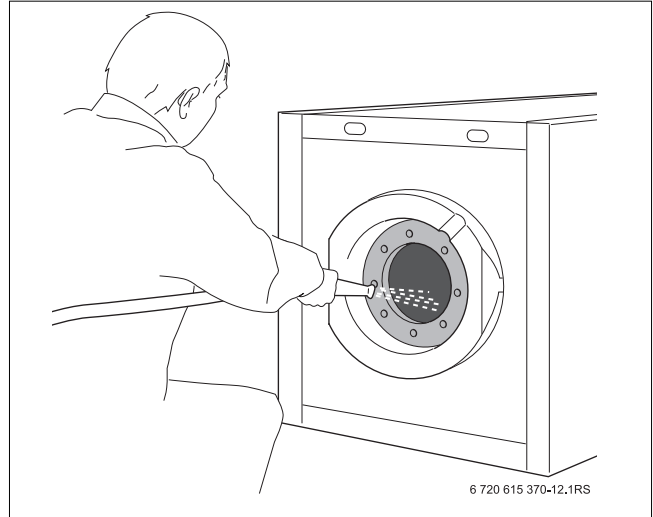

Bild 14 Warmwasserspeicher ausspritzen
- ▶ Warmwasserspeicher ausspritzen (→ Bild 14).